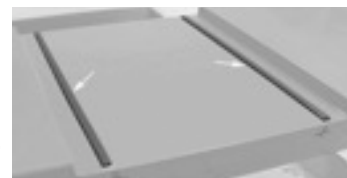

Рис.2
5. Разместите круги в карманах. Для предотвращения задевания подвижной пластины о стенку кармана должен быть обеспечен зазор 50 мм. Для этого рекомендуется установка направляющих см. Рис.2 (в комплект не входят).